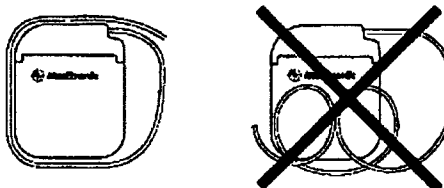

Figura 23. Enrolle la parte sobrante de la extensión o electrodo alrededor del perímetro (o detrás) del neuroestimulador
- No enrolle la parte sobrante de la extensión o electrodo delante del neuroestimulador. Enrolle la parte sobrante de la extensión o electrodo alrededor del perímetro (Figura 23) o detrás del neuroestimulador para reducir al mínimo los posibles daños durante la cirugía de sustitución